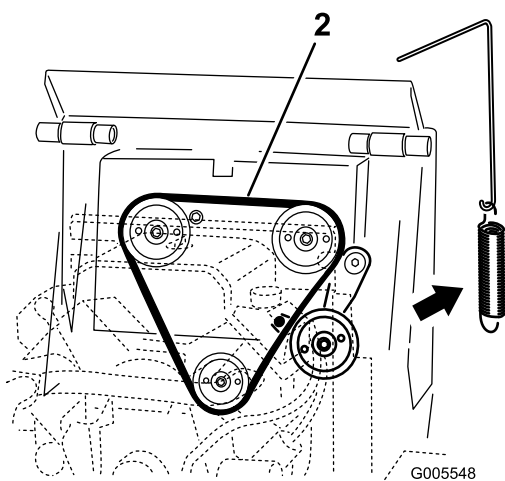

Figure 51
4. Enlevez le ressort de poulie de la poulie de tension (Figure 51).
6. Placez une courroie d'entraînement neuve autour des 3 poulies (Figure 51).